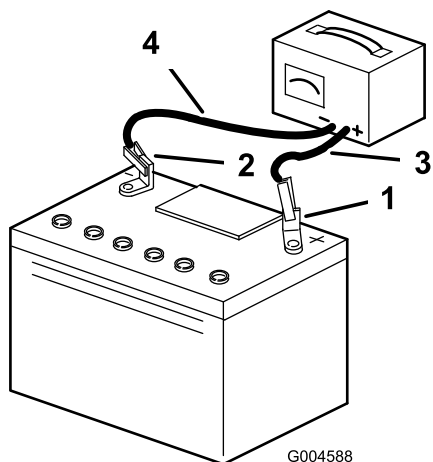

Bild 30
5. Kobl opladningskablerne fra batteriets poler. (Bild 30).